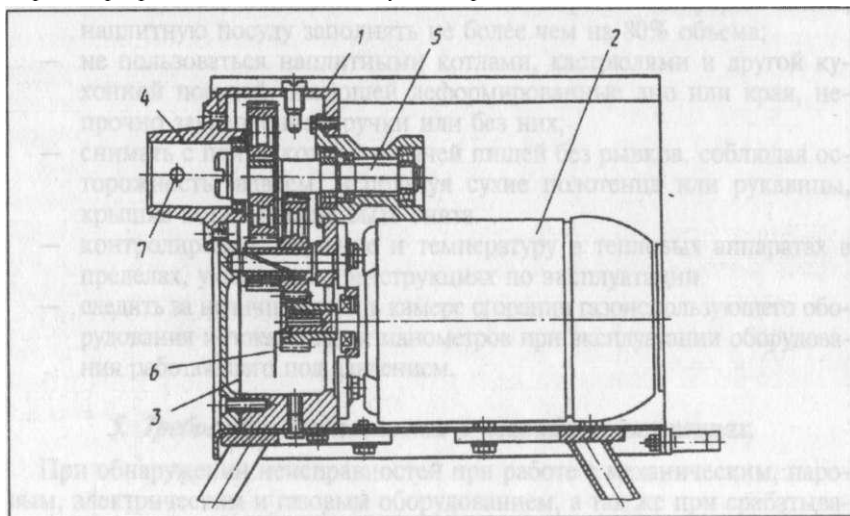

Рис. 17-1. Универсальный привод МКН-IV:
**Машина универсальная кухонная МКН-В (производство Польша) (рис. 17-1).** Машина состоит из привода и комплекта сменных исполнительных механизмов.